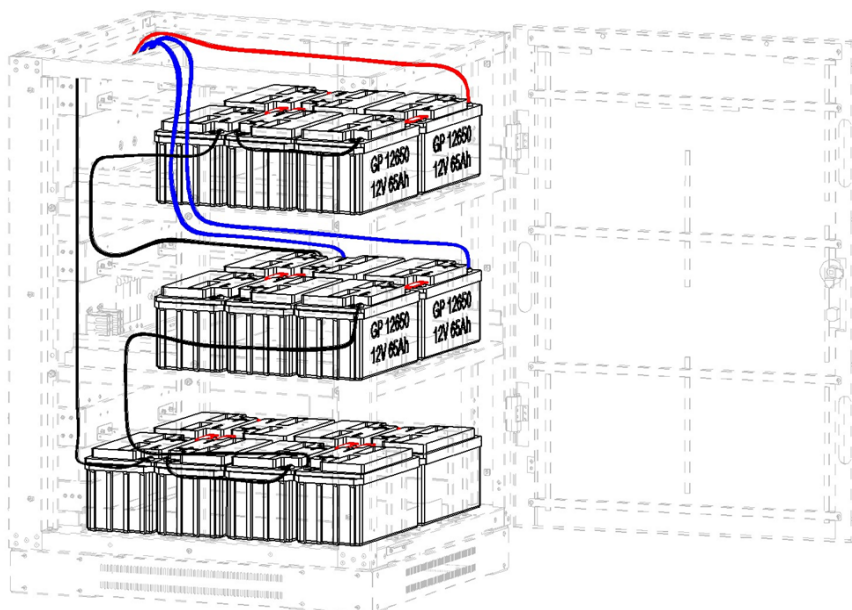
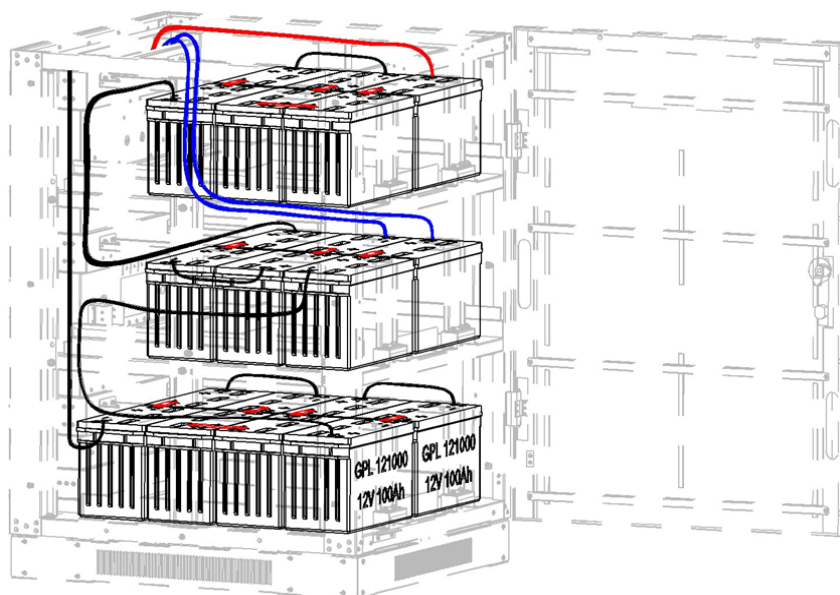
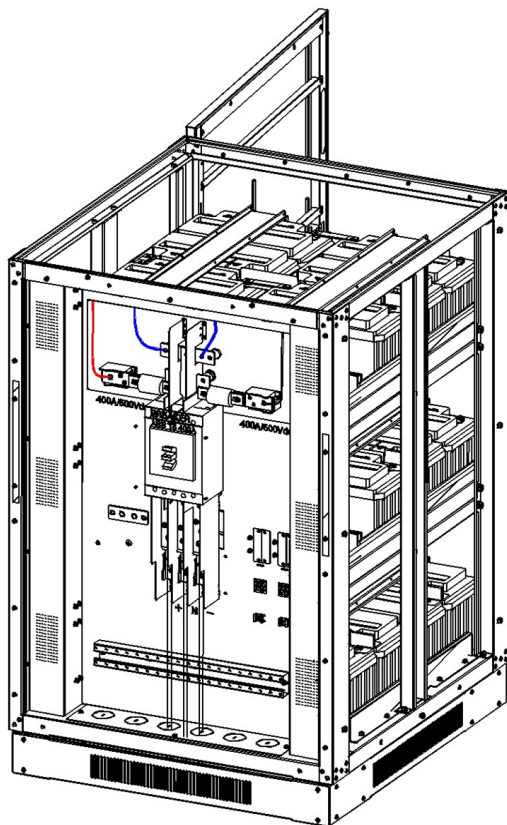

Figure 5-19 : modèle BP240V65-NIB
Figure 5-20 : modèle BP240V100-NIB
Figure 5-21
10. Connecter les câbles de la batterie 1+ à la barre du bus de BAT+, de la batterie 10- à la barre du bus de BATN, de la batterie 11+ à la barre du bus de BATN, de la batterie 20- à la barre du bus de BAT- et les câble de connexion de la couche (Figure 5-19 : modèle BP240V65-NIB ou Figure 5-20 : modèle BP240V100-NIB et Figure 5-21).